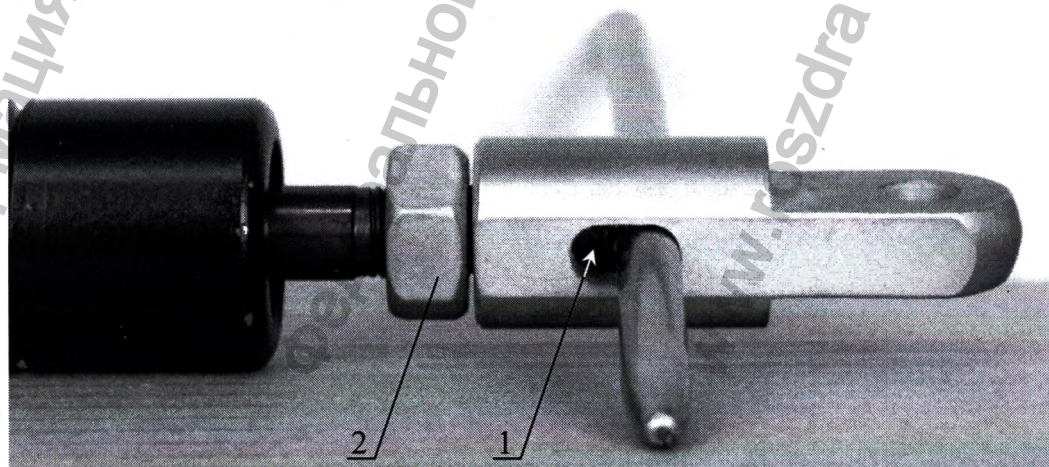

Рисунок 12. Регулировка газовых пружин.
12.4.2 Вставьте прутки $\varnothing 5$ в паз пружины (Рисунок 12) и верните головку до соприкосновения с фиксатором пружины 1, затяните гайку 2.